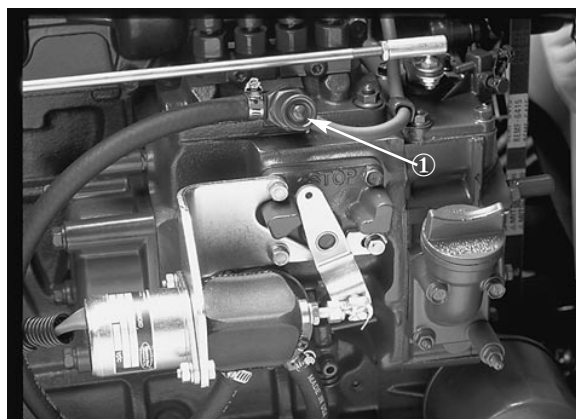

Figure 14
2. Prendre place sur le siège et serrer le frein de parking (Fig. 14). Tourner la clé et essayer de démarrer le moteur en plaçant le levier de tonte/rodage (Fig. 14) en positions MOW (TONTE) et BACKLAP (RODAGE). Si le moteur se lance, alors un dysfonctionnement est présent et doit être réparé immédiatement. Dans le cas contraire, la commande d'entraînement de coupe fonctionne correctement.